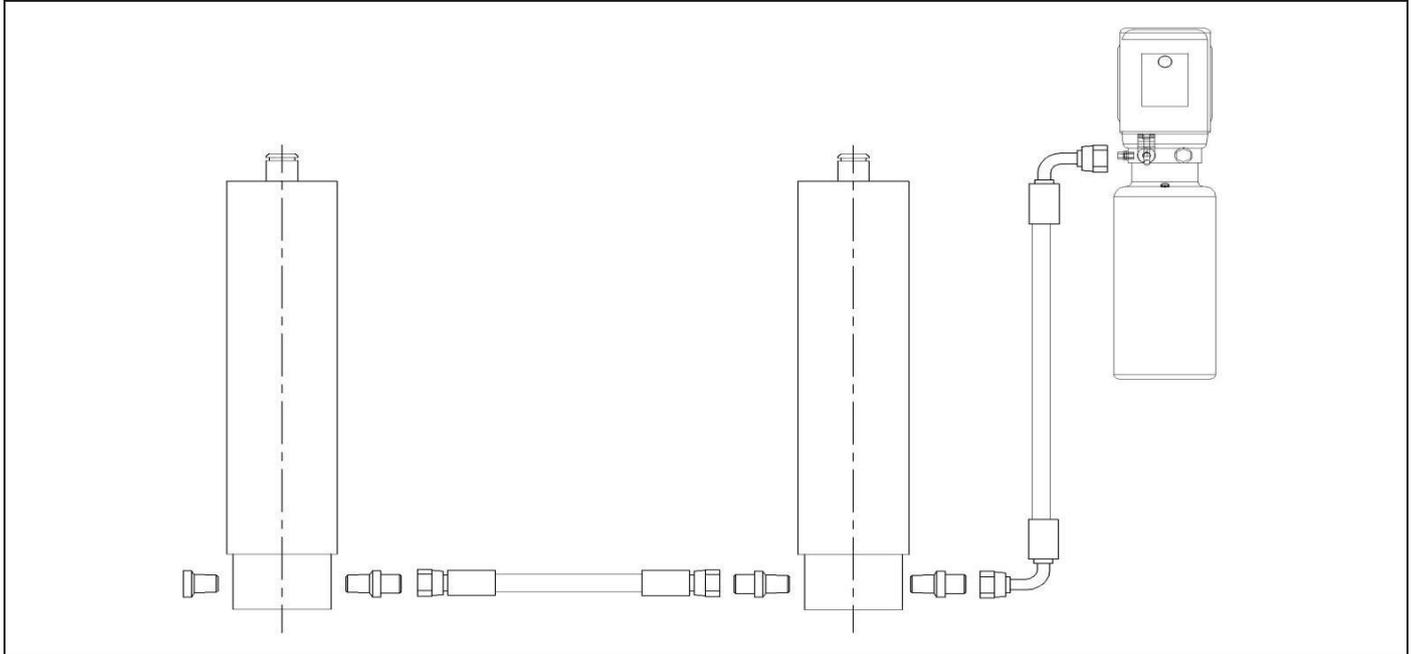

Figura 10 (Esquema hidráulico)
- Ligar as ligações hidráulicas como indicado na figura 10.